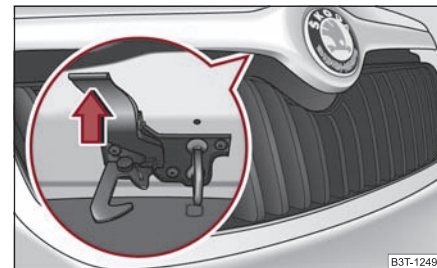

Abb. 15 Kühlergrill: Hebel der Sicherung
- Drücken Sie die Sicherung ⇒ Abb. 15, die Motorraumklappe wird entriegelt. ▶